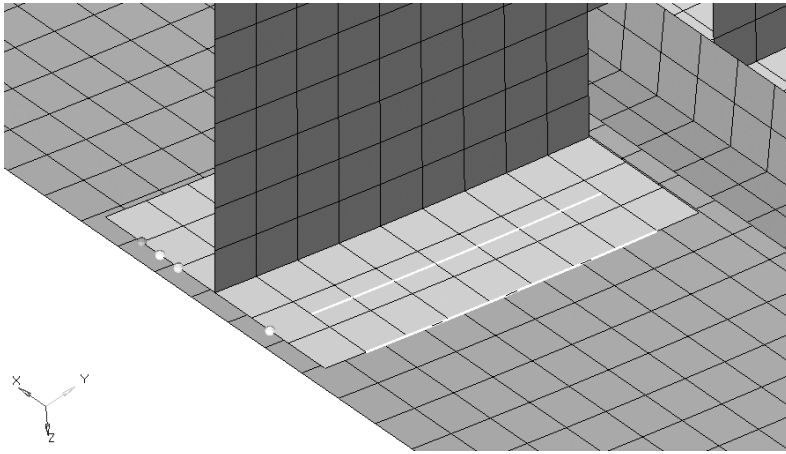

图 7-74 用 nodes between 面板创建节点
(9) 按功能键〈F4〉进入 distance 面板，使用 nodes between 面板创建节点，如图 7-74 所示。